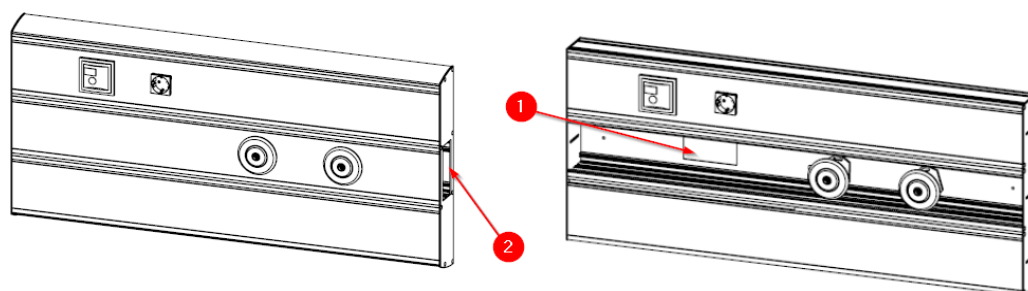

Fig. 1
Il y a deux possibilités quant à l'emplacement de ces entrées, elles peuvent être situées à l'arrière de l'équipement (1), ou elles peuvent entrer par les côtés (2). Voir la figure 1.